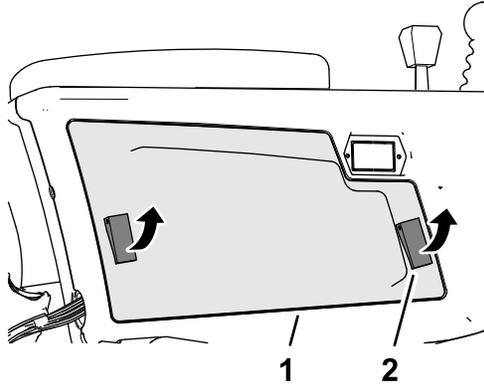

Figura 133
2. Sbloccate i 2 fermi che fissano la protezione del braccio di comando al braccio di comando e rimuovete la protezione (Figura 133).